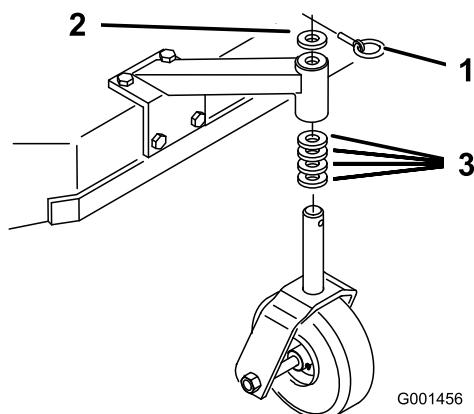

Figura 21
- Usando la Tabla de alturas de corte, ajuste los espaciadores de las ruedas giratorias según el taladro de eje seleccionado (Figura 21).
- Retire el pasador, retire la rueda giratoria del soporte y cambie los espaciadores (Figura 21).
- Instale la rueda giratoria en el soporte e introduzca el pasador (Figura 21).